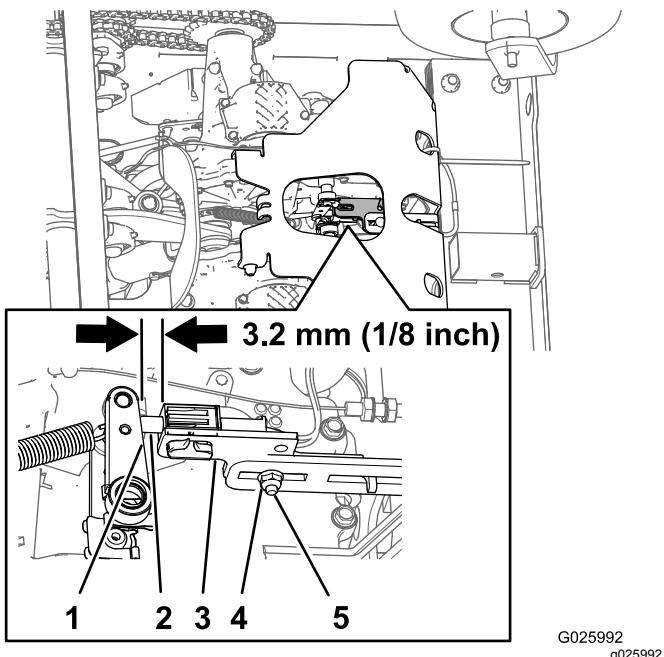

Figure 55
5. Vérifiez la distance entre le support du contacteur du frein de stationnement et le bras de frein de la transmission (Figure 55).
- A. Desserrez le contre-écrou et le boulon de carrosserie qui fixent le support du contacteur de frein de stationnement (Figure 55).
- B. Ajustez la position support du contacteur de frein jusqu'à ce que le support et le bras de frein soient espacés de 3,2 mm ( $\frac{1}{8}$  po) (Figure 55).
- C. Resserrez le contre-écrou et le boulon de carrosserie (Figure 55) qui fixent le support du contacteur de frein à un couple de 10,17 à 12,43 N·m (90 à 110 po-lb).